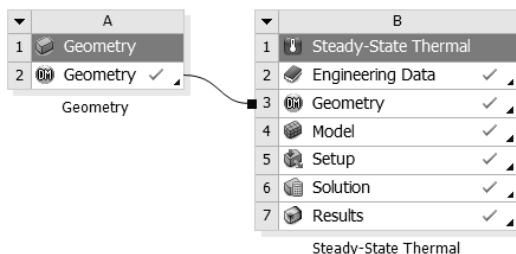

图 15-29 项目管理区中的分析项目
Step1：单击 Mechanical 界面右上角的 （关闭）按钮，退出 Mechanical，返回到 Workbench 主界面。此时，主界面的项目管理区中显示的分析项目均已完成，如图 15-29 所示。